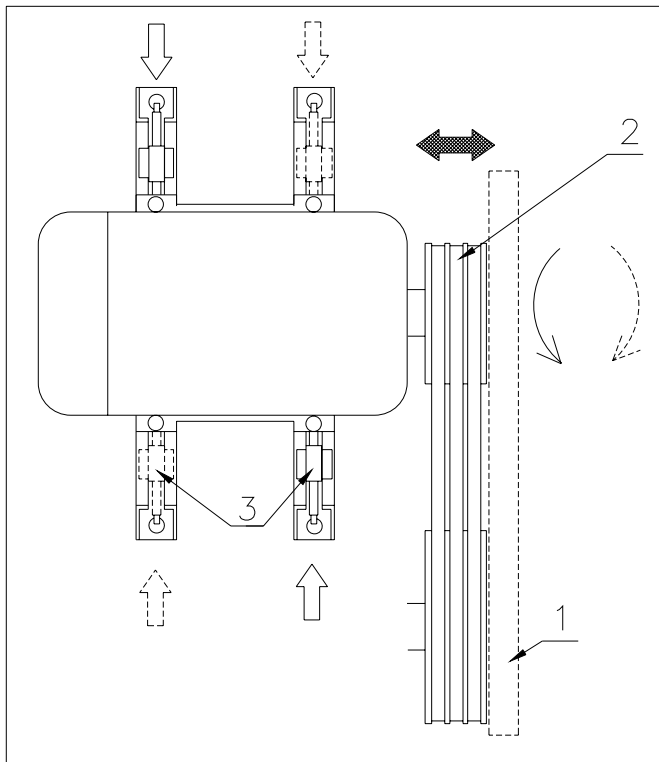

Fig. 7.7
Controleer (na bijstelling) of beide snaarschijven (nog) in lijn staan (zie fig.7.7).
Indien de motoras niet evenwijdig aan de popas is, dan kan de motor gedraaid worden zoals in fig 7.7. is aangegeven. Draai hiervoor de motorbouten iets los en verstel m.b.v. de spanners (3) de motor. Indien nodig kan ook een van de spanners aan de bovenkant van de motor in de spanrail gehaakt worden om tot het gewenste resultaat te komen.